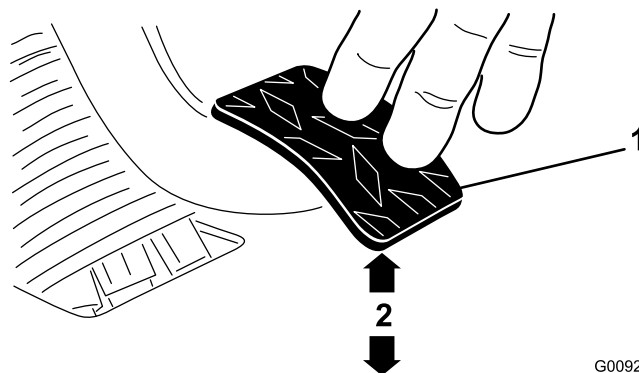

Figura 70
3. Ajuste las contratuercas o la articulación esférica hasta que el borde trasero del pedal del embrague esté a $9,5 \pm 0,3$ cm del borde superior del dibujo a rombos de la chapa de suelo al aplicar una fuerza de 1,8 kg al pedal (Figura 70).